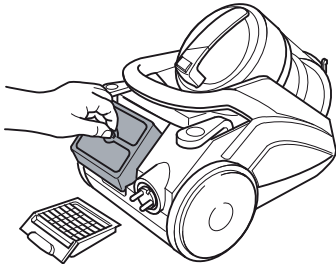

Abb. 33
Der **Hygiene-Ausblasfilter** (Abb. 33) filtert feinste Partikel aus der ausgeblasenen Luft.
3. Entnehmen Sie den Hygiene-Ausblasfilter an der dafür vorgesehenen Lasche (Abb. 33).
6. Setzen Sie den gereinigten Hygiene-Ausblasfilter mit der Lasche nach oben (Abb. 33) wieder in seine Aufnahme.